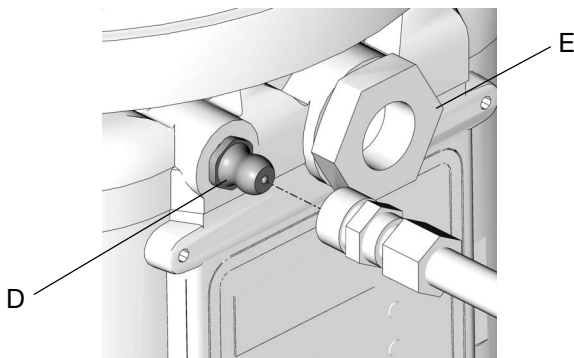

FIG. 15
1. Brancher le flexible de remplissage au raccord d'entrée (D) (FIG. 15).